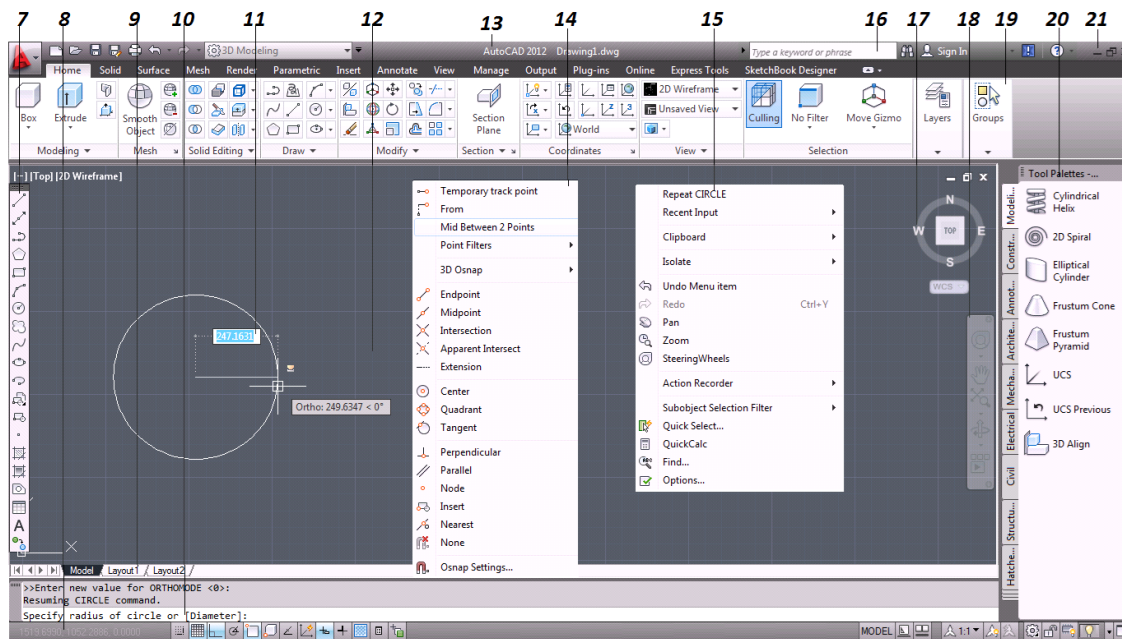

Figura 2.2. Secciones de la Interfaz de AutoCAD 2012
7. **Barra de Título [Title Bar]** (figura 2.2): muestra el nombre y ruta del dibujo activo.
8. **View Cube** (figura 2.2): muestra un cubo para ubicar la vista del modelo según la cara, la esquina o lado seleccionado del cubo.
9. **Menú Infocenter** (figura 2.2): para consultar diversas fuentes; sus componentes son una caja de texto, un botón buscar, suscripciones, centro de comunicaciones y ayuda.
10. **Ventana de Paletas [tool palettes]** (figura 2.2): contiene los comandos y permite agruparlos en mayor cantidad en un espacio reducido.
11. **Botones de Título** (figura 2.2): sirve para minimizar, restaurar o maximizar y cerrar la ventana.
12. **Barras de Herramientas [Toolbars]** (figura 2.2): iconos de diferentes órdenes agrupados en categorías.
13. **Barras de Estados [Status Bar]** (figura 2.2): informa la posición del puntero en el área gráfica y otras ayudas las cuales se explican más adelante (capítulo 3).
14. **Pestañas de Presentación [Layouts] y modelos [model]** (figura 2.2): Para navegar en diferentes modelos dentro de la misma hoja.
15. **Línea de Comandos [Command Line]** (figura 2.2): aquí aparecen los mensajes de AutoCAD o se visualizan las órdenes escritas.
16. **Entrada Dinámica [Dynamic Input]** (figura 2.2): Ayuda visual para ingresar valores o seleccionar una posible opción.
17. **Área Gráfica** (figura 2.2): el espacio de trabajo donde se realiza el dibujo.
18. **Menú Emergente de las Referencias** (figura 2.2): Referencias para ubicar parte de los objetos; se activa con shift + clic derecho del mouse.
19. **Menú Emergente** (figura 2.2): ordenes aplicables a la orden que se ejecute, se activa pulsando el botón derecho del mouse.
20. **Navbardisplay** (figura 2.2): Comandos, rueda de navegación, encuadre, zoom de extensión, orbita y showmotion.
21. **Ficha de Grupo** [Tab Group] (figura 2.2): Para Agrupar Objetos, ubicado igualmente en la cinta Ribbon.